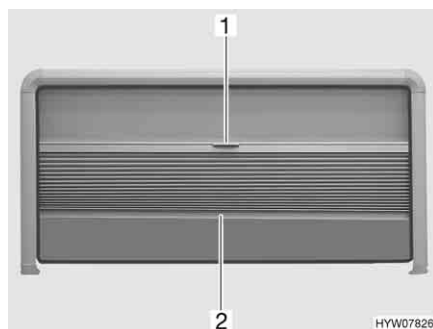

Fig. 70 Finestra apribile
- Afferrare la tendina oscurante pieghevole al centro dell'asta di chiusura (Fig. 70,2) e tirare delicatamente verso il basso.
- Tenere la parte centrale dell'asta di chiusura (Fig. 70,2) della tendina oscurante pieghevole e spingere quest'ultima verso l'alto con cautela.
- Tirare la zanzariera a rullo verso il basso utilizzando la maniglia (Fig. 70,1).
- Spingere la zanzariera a rullo completamente verso l'alto utilizzando la maniglia (Fig. 70,1).